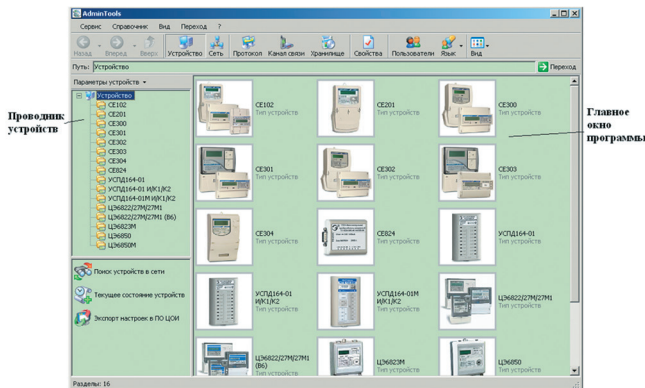

Рисунок 4.1 – Вид окна программы для выбора типа счётчика
4.1 Нажмите кнопку «Устройства» на панели инструментов. Выберите тип устройства «CE303» («CE301») в проводнике устройств, находящемся в левом верхнем углу, одним нажатием левой кнопки мыши или в главном окне программы двойным нажатием кнопки мыши (рисунок 4.1).